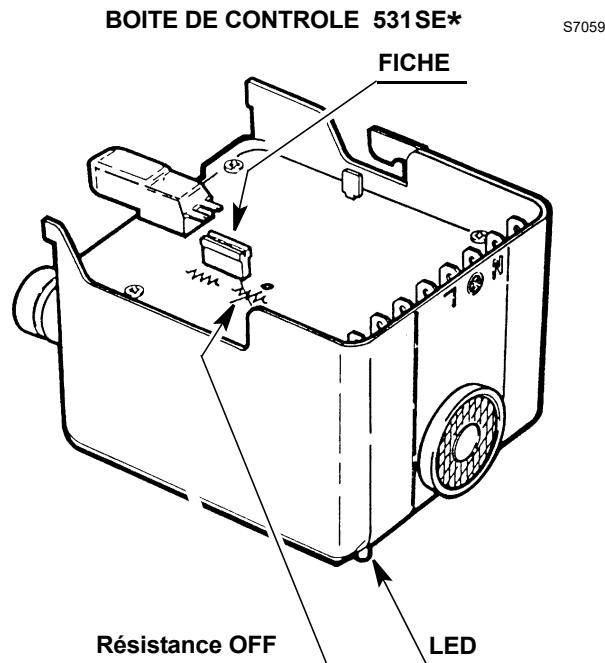

Fig. 20
- Si le moteur ne démarre pas ça signifie que le défaut n'est ni dans le retardateur ni dans la résistance, mais ailleurs (Fig. 20).